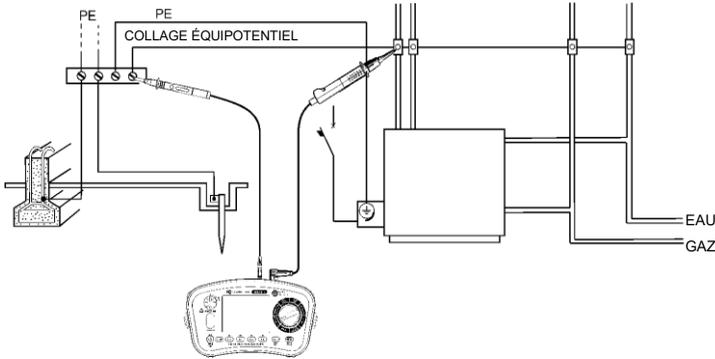

Fig. 8-4 Exemple d'essai de continuité pour le collage d'équipotentiel principal.
- (6) Tout d'abord, assurez-vous que **le circuit n'est pas en direct** et raccorder les fils d'essai au circuit sous essai pour mesurer la résistance. (Voir la figure 8-4 pour un arrangement de connexion typique.) Notez que l'avertissement "Circuit en directs" affiche sur l'écran LCD si le circuit est en direct - mais la vérification du circuit en direct doit toujours être effectuée en premier.